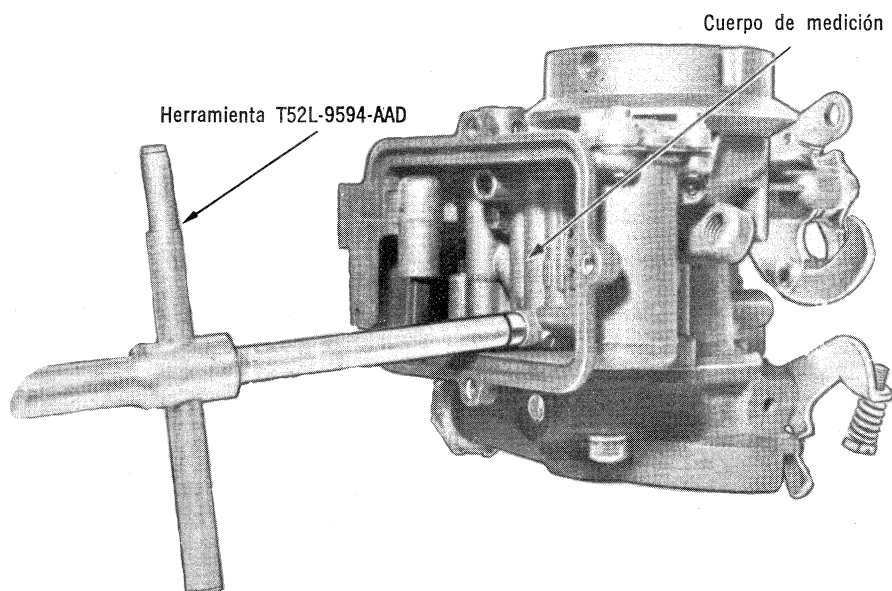

Fig. 13 — Extracción del Paso Calibrado Principal. Típico.
7. Retire el paso calibrado principal (Fig. 13) empleando la herramienta T52L-9594-AAD o en su defecto el destornillador T62K-9533-BAS.
8. Desmonte el cuerpo de medición (Fig. 13) desde el interior de la cuba, retirando los cinco tornillos de fijación.